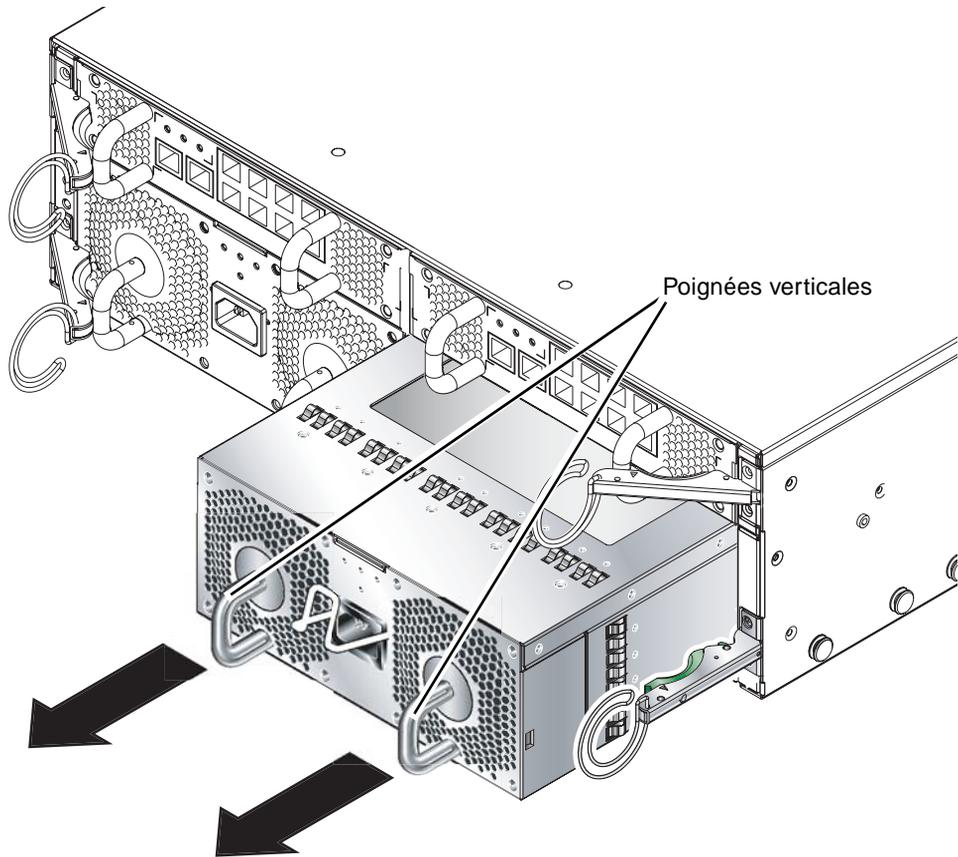

FIGURE 4-8 Retrait du PSU du châssis
3. Retirez le PSU du châssis en tirant sur les poignées verticales placées à l'arrière du PSU (FIGURE 4-8).